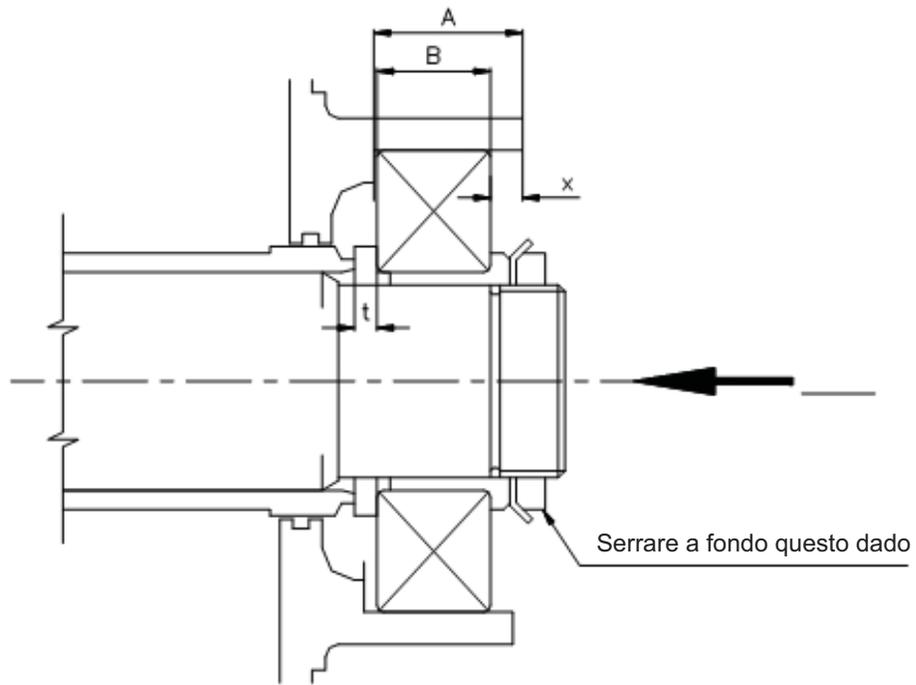

FIG.N.-4
- d) Vedere fig. N. 4. Spingere quindi l'albero, ovvero il gruppo rotante, verso il lato di aspirazione e misurare lo spazio tra il finto pezzo (cuscinetto) e la sede del cuscinetto. Denominarlo 'X'.